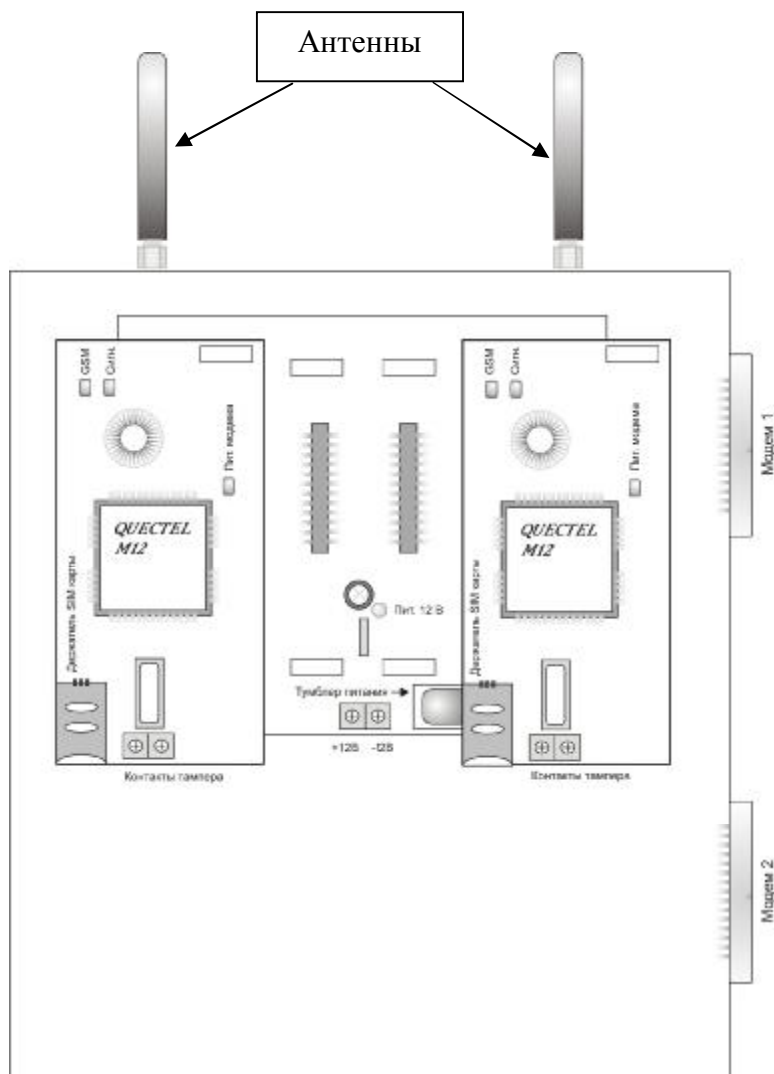

Рисунок 1
1.4.1 На корпусе и под крышкой УПО GSM расположены (рисунок 1):